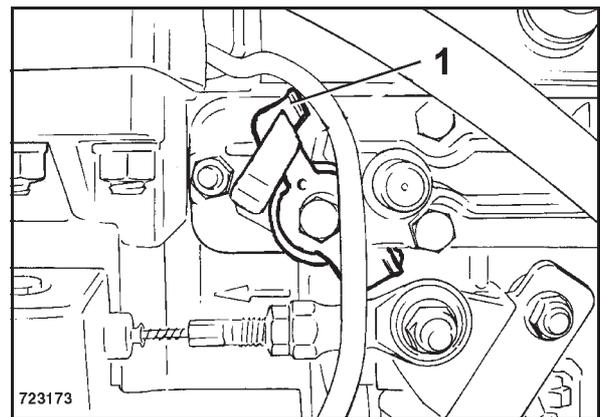

Bild 141
- Mit dem Handhebel 1 (Bild 141) der Kraftstoffförderpumpe (2) solange vorpumpen, bis der Kraftstoff hörbar über die Rücklaufleitung in den Kraftstoffbehälter zurückfließt.